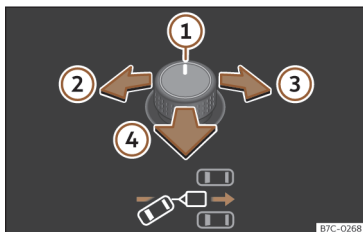
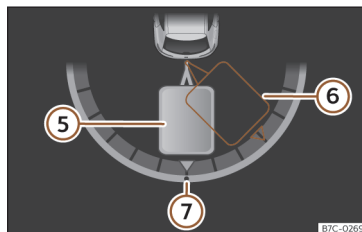

Fig. 1 Comando giratório dos retrovisores exteriores: ajustar o ângulo do reboque.
Fig. 2 Ecrã do painel de instrumentos: na marcha-atrás.
Legenda da >>> Fig. 1, >>> Fig. 2:
- Rode o comando giratório até atingir a direção desejada >>> Fig. 1. No ecrã do painel de instrumentos aparece, a modo de orientação, uma representação do conjunto veículo trator e reboque na posição atual >>> Fig. 2.